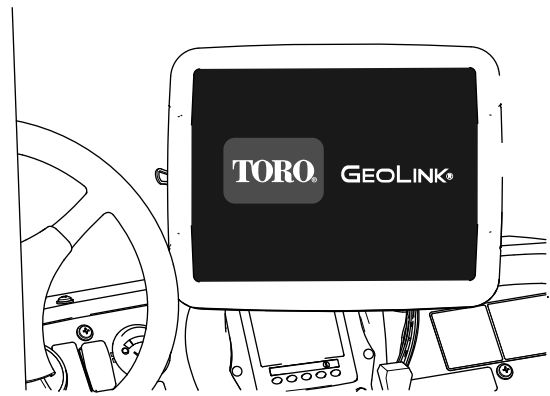

Bild 155
- Bedienkonsole: zeigt Grafiken und Texte an (Bild 155)